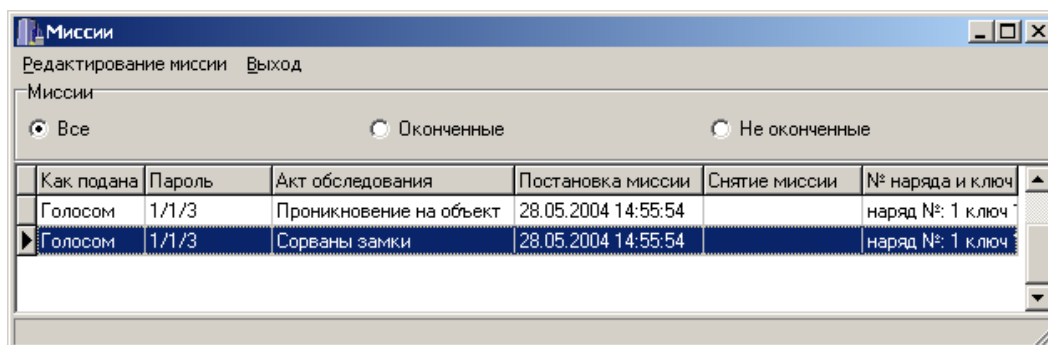

Рисунок 49
3.10.2 Для просмотра, корректировки и снятия миссии необходимо войти в пункт меню «Файл/Миссии». Программа позволяет просматривать как текущие миссии (неоконченные), так и завершенные (оконченные), либо все. Каждая запись несет информацию о пароле, по которому поставлена задача, наряде, который данную задачу выполняет, времени постановки и завершения миссии и результате выполнения задачи (поле «Акт обследования») (рисунок 49).